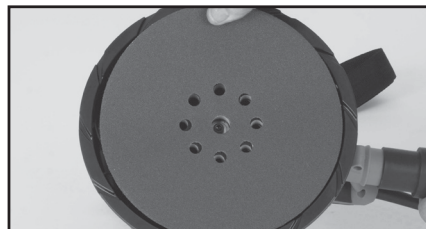

Fig. 4
- Asegúrese de que los nueve (9) orificios del disco abrasivo de lijado están perfectamente alineados con los nueve (9) orificios en la almohadilla de refuerzo. (Fig. 4)